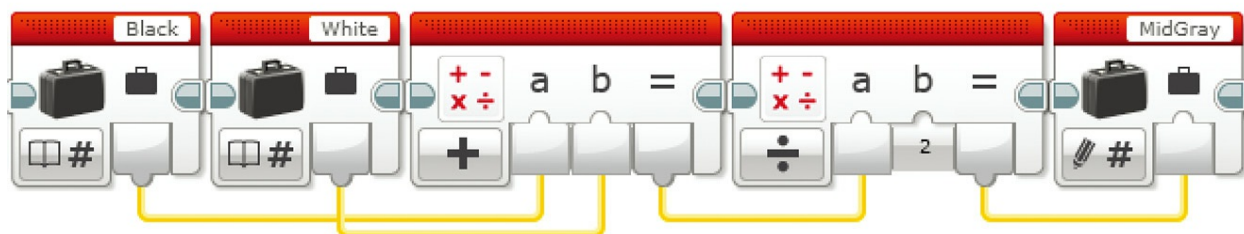

图8.24 MidGray变量现在被设置为测试轨道的黑色和白色区域之间的值
6. 这个数学模块的输出将会是 $a+b$ 的一半，所以你可以使用它来创建第三个变量。拖曳另一个变量模块到序列，从第二个模块连接数据线到新变量的输入，并重命名你的模块为“MidGray”。模块此时应该看起来类似于图8.24所示的样子。